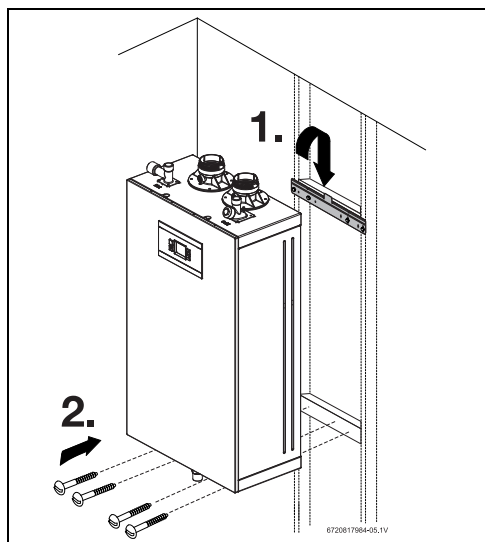

Fig. 9 Montage du chauffe-eau
- Accrocher l'appareil sur le support, voir fig. 9.